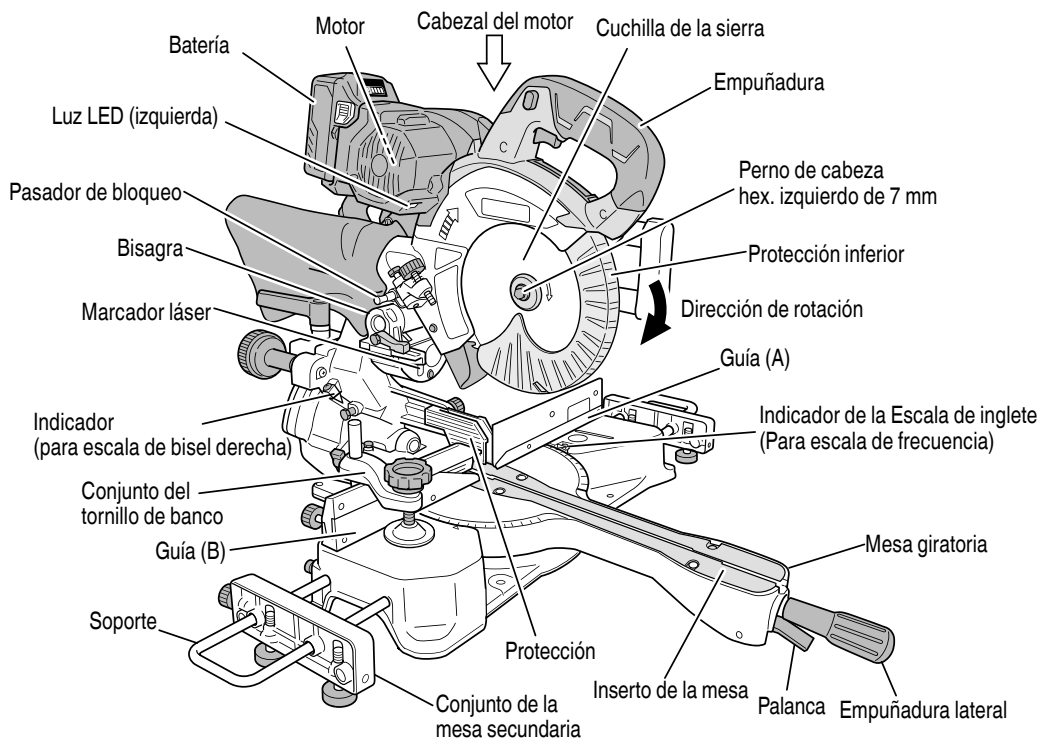

Fig. 2
6. Instalación de la empuñadura lateral (Fig. 2)